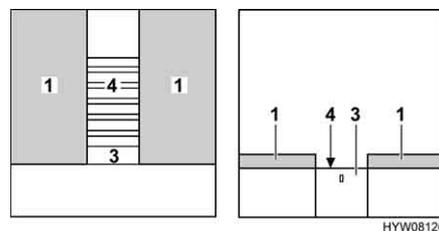

Fig. 108 Pendant la transformation
- Faire ressortir le sommier à lattes (Fig. 108,4) complètement. Tirer pour ce faire sur le tiroir (Fig. 108,3).